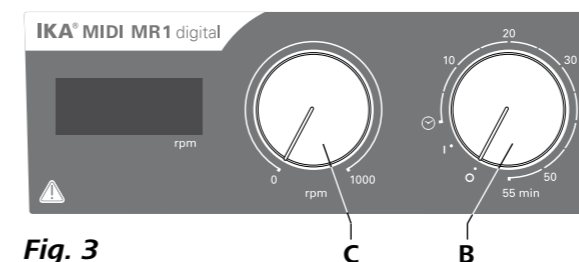

Fig. 3
- ☞ Kytke laite päälle kääntämällä kiertonuppia "Päälle/pois" ja "ajastin" (B, katso Fig. 3) myötäpäivään asentoon "1".
- ☞ Kytke laite pois päältä kääntämällä kiertonuppia "Päälle/pois" ja "ajastin" (B) asentoon "0".
- ☞ Aseta moottorin kierrosluku säätönupilla "Kierrosluku" (C, katso Fig. 3). Moottorin kierrosluku voidaan asettaa välille 0 - 1000 rpm laitteelle MIDI MR 1 digital ja 0 - 600 rpm laitteelle MAXI MR1 digital.